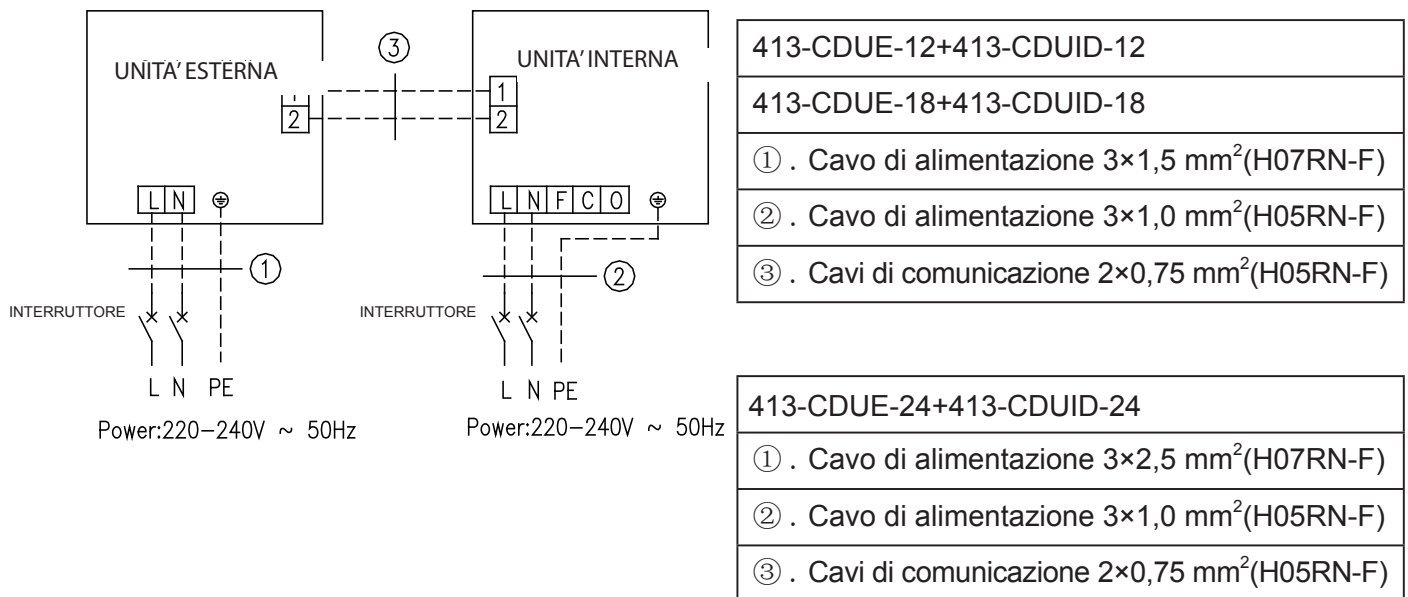

Fig. 42
① . Il cavo di alimentazione e il cavo della valvola dell'aria fresca sono linee di alta tensione, mentre il cavo di comunicazione e il cavo di collegamento del telecomando a filo sono linee di bassa tensione. Vanno quindi mantenuti separati per evitare interferenze elettromagnetiche.
② . Le linee di alta tensione e quelle di bassa tensione devono passare attraverso gli anelli di gomma dei rispettivi coperchi della scatola elettrica.
③ . Per garantire un corretto funzionamento, il cavo di collegamento del telecomando a filo e il cavo di comunicazione non devono essere uniti, né disposti in parallelo.
④ . Le linee di alta tensione e quelle di bassa tensione devono essere mantenute separate e messe in sicurezza con serracavi interni grandi per le prime e piccoli per le seconde.
⑤ . Il cavo di collegamento tra unità interna e unità esterna e il cavo di alimentazione devono essere avvitati al rispettivo terminale della morsettiera. Un collegamento non corretto può causare incendi.
⑥ . Se il cavo di collegamento dell'unità interna (all'unità esterna) e il cavo di alimentazione non vengono cablati correttamente, il condizionatore potrebbe riportare danni.
⑦ . Collegare il cavo di collegamento dell'unità interna in modo corretto sui contrassegni corrispondenti come illustrato in Fig. 42.
⑧ . Collegare a terra entrambe le unità mediante l'apposito cavo di terra.
⑨ . La messa a terra dell'unità deve essere eseguita in conformità alle leggi e ai codici nazionali in materia.